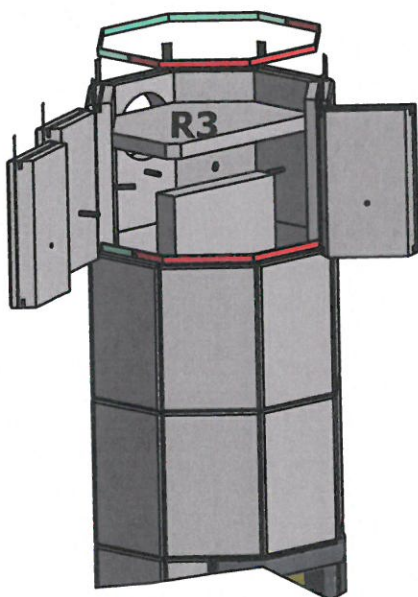

Fig. 17
2. Plasser 7 stk. kakler (300 x 196,5 x 50), med korteste avstand til hull for ståltapper vendt ned (**Fig. 17**)